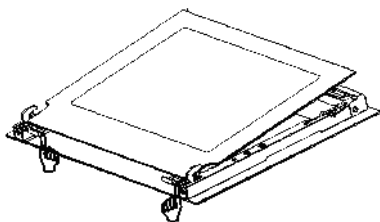

Figure 12
1. Pour insérer la vitre intérieure dans le support fixe et la pousser en position fixe, comme indiqué sur la figure 12.